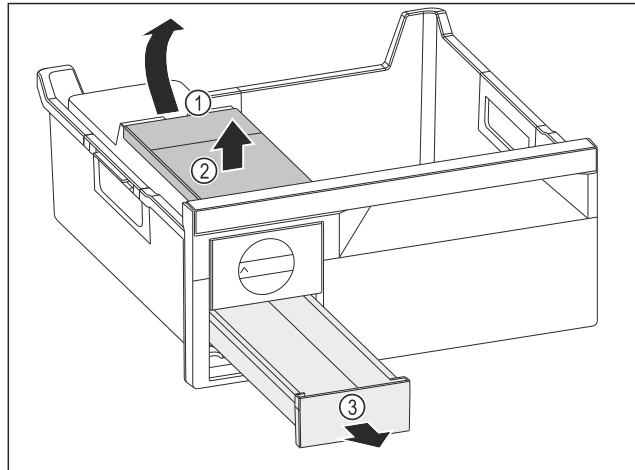

Fig. 104
- Watertank wegnemen: Watertank bij de uitsparing Fig. 104 (1) optillen.
- Watertank Fig. 104 (2) naar boven toe wegnemen.
- IJsblokjesvak Fig. 104 (3) naar voren toe wegnemen.